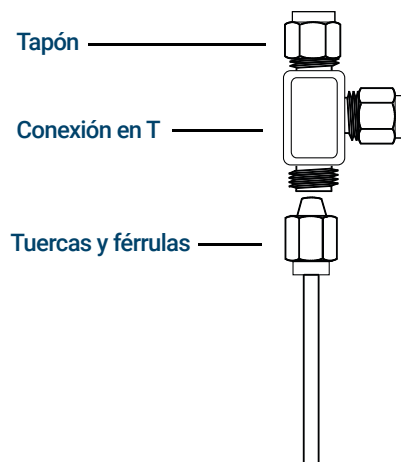

Figura 21. Unión en T Swagelok
- 1** Corte la tubería por el lugar donde desea colocar la unión en T. Conecte la tubería y la unión en T con una conexión Swagelok. Vea la **Figura 21**.